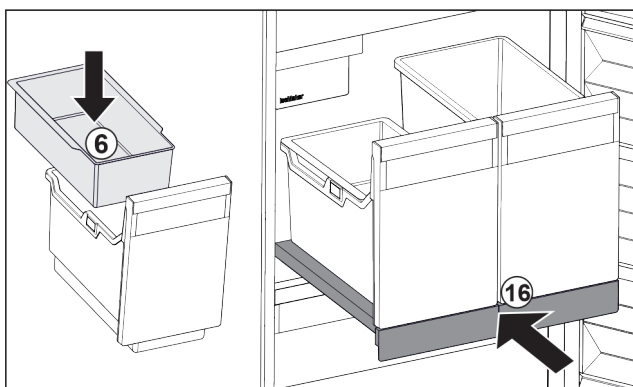

Fig. 32
- ▶ Installer le balconnet Fig. 32 (6) pour glaçons.
- ▶ Rentrer le compartiment coulissant avec le bac (IceTower). Fig. 32 (16)